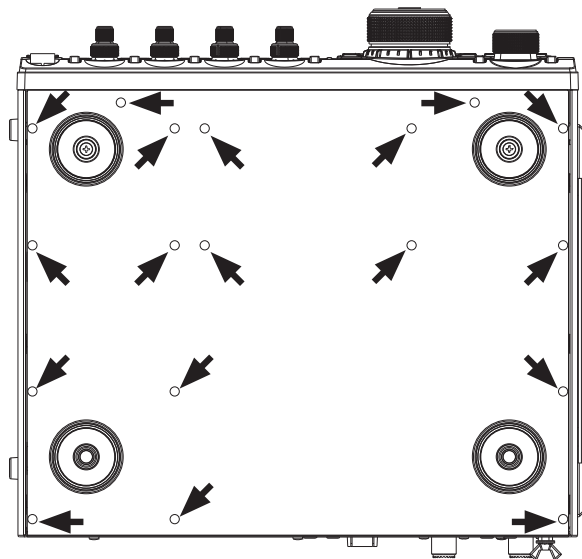

FIGURE 1
3. Consultez la Figure 1 et retirez les 18 vis qui fixent le boîtier inférieur, puis déposez le boîtier inférieur.